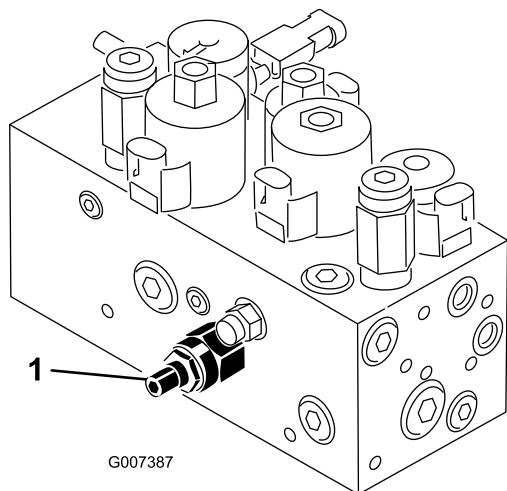

Figure 56
Le circuit de relevage/descente des plateaux de coupe de cette machine est muni d'un régulateur de débit (Figure 56). Celui-ci est ouvert en usine d'environ 3 tours. Cependant, un réglage est parfois nécessaire pour compenser les différences de températures de l'huile hydraulique, de vitesses de tonte, etc. Dans ce cas, procédez comme suit :
1. Soulevez le siège et trouvez le régulateur de débit du cadre de traction central (Figure 56) situé sur le côté du collecteur hydraulique.